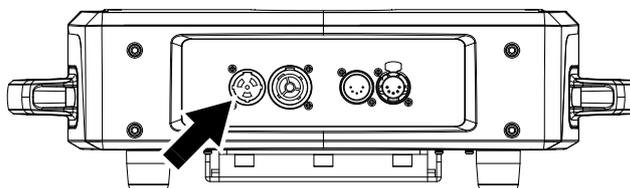

Figure 7 : Embase d'alimentation
2. Voir Figure 7. Alignez les détrompeurs du connecteur TRUE1 du câble d'entrée d'alimentation avec ceux de l'embase MAINS IN (voir ci-contre). Insérez le connecteur dans l'embase et tournez-le dans le sens horaire pour le bloquer. Si le connecteur semble difficile à tourner, sortez-le de l'embase, vérifiez que vous avez correctement aligné les détrompeurs et essayez à nouveau (n'appliquez pas de force excessive). Assurez-vous que le verrou du connecteur émet un « clic » et que le connecteur est bien verrouillé dans l'embase.